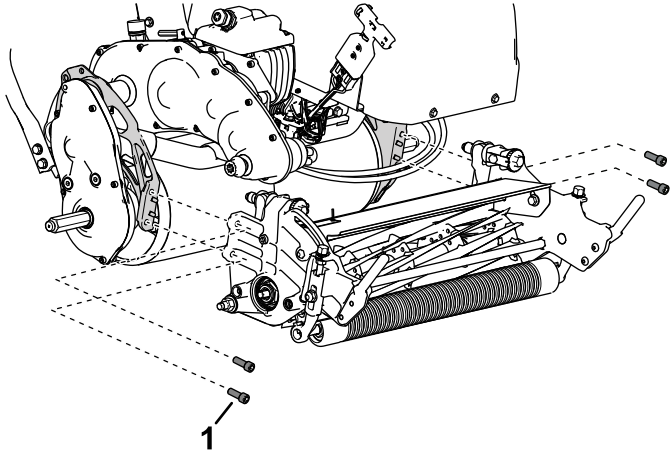

Figura 41
5. Folosii 4 uruburi cu cap imbus pentru a fixa unitatea de tăiere pe cadru (Figura 41).